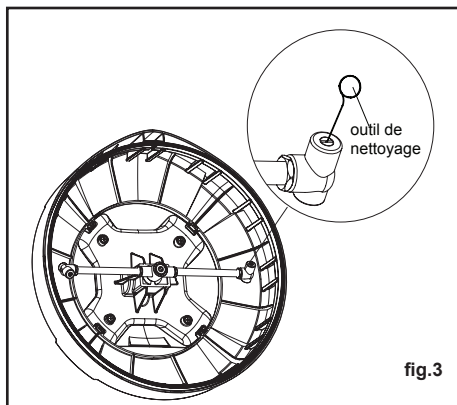

fig.3
- If striping or swirling continues, the surface cleaner nozzle(s) may be clogged. Disconnect surface cleaner from pressure washer spray wand before servicing. Using a straightened paper clip or nozzle cleaning tool (not provided), free any foreign materials clogging or restricting the nozzle. (See Fig.3)
- Si des rayures ou des marques circulaires surviennent toujours, une ou plusieurs buses du nettoyeur de surfaces pourraient être bouchées. Débranchez le nettoyeur de surfaces de la lance de la laveuse à pression avant d'en effectuer l'entretien. À l'aide d'un trombone déplié ou d'un outil de nettoyage de buse (non inclus), dégagez tout corps étranger qui bouche ou qui obstrue la buse. (Voir la Fig.3)